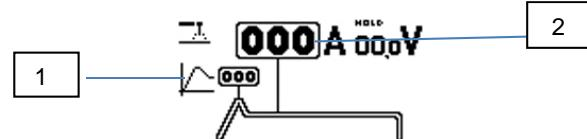

Fig.4
- OPZIONE DI HOT START (fig. 4, rif.1) Regola una sovraccorrente che può essere inserita per favorire l'accensione dell'arco.
- CORRENTE DI SALDATURA (fig. 4 rif. 2) Ruotando l'encoder S1 si può impostare la corrente corretta di saldatura.